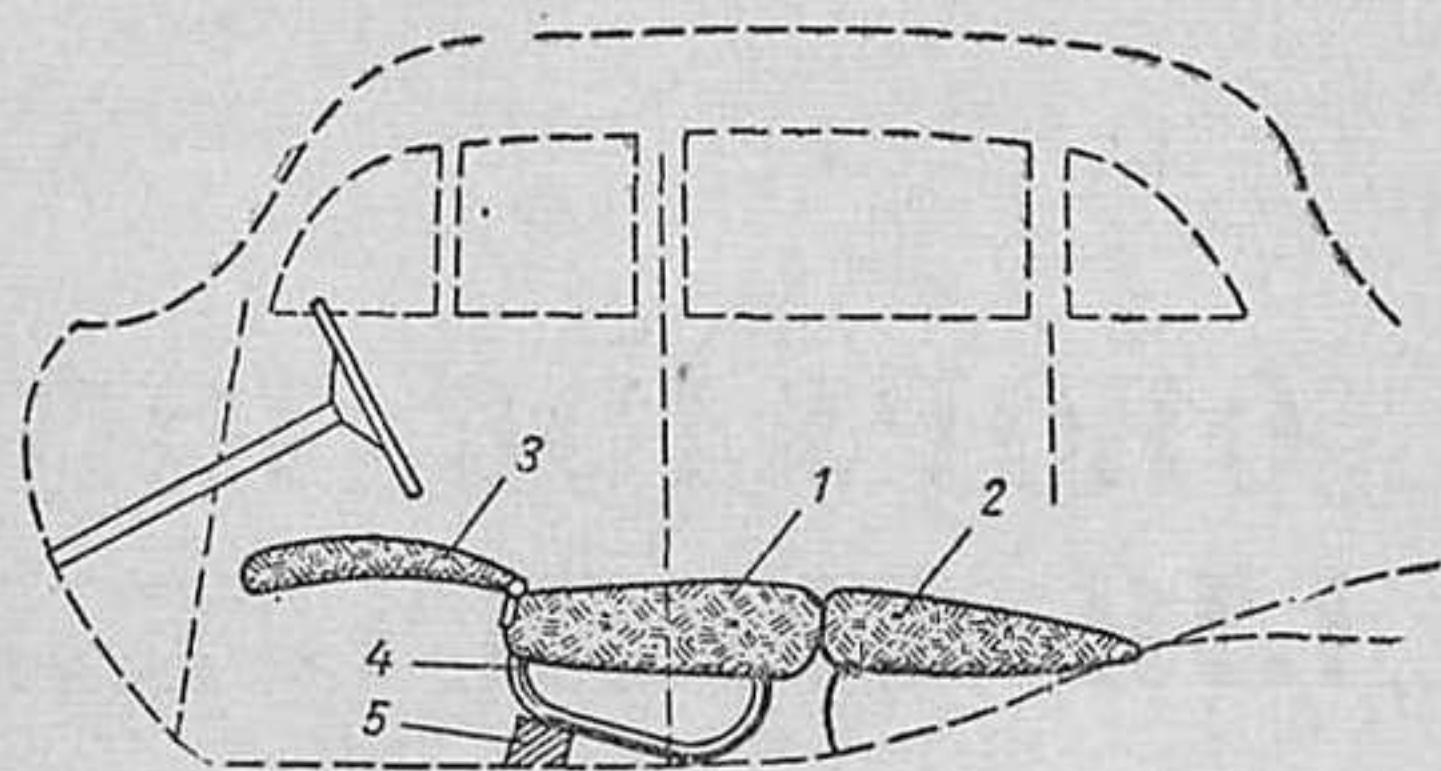

Рис. 2
2. Более удобным является способ, показанный на рис. 2. В этом случае спинки переднего сидения также должны быть переделаны с тем, чтобы их можно было откидывать вперед и назад.
Для устройства постели переднее сидение 1 (рис. 2) вынимают из автомобиля, развертывают на 180° и ставят обратно так, чтобы передний край этого сидения совместился с передним краем заднего сидения 2. Откинутые спинки 3 переднего сидения, будучи направлены вперед по движению автомобиля, составят продолжение постели. Для выравнивания поверх-